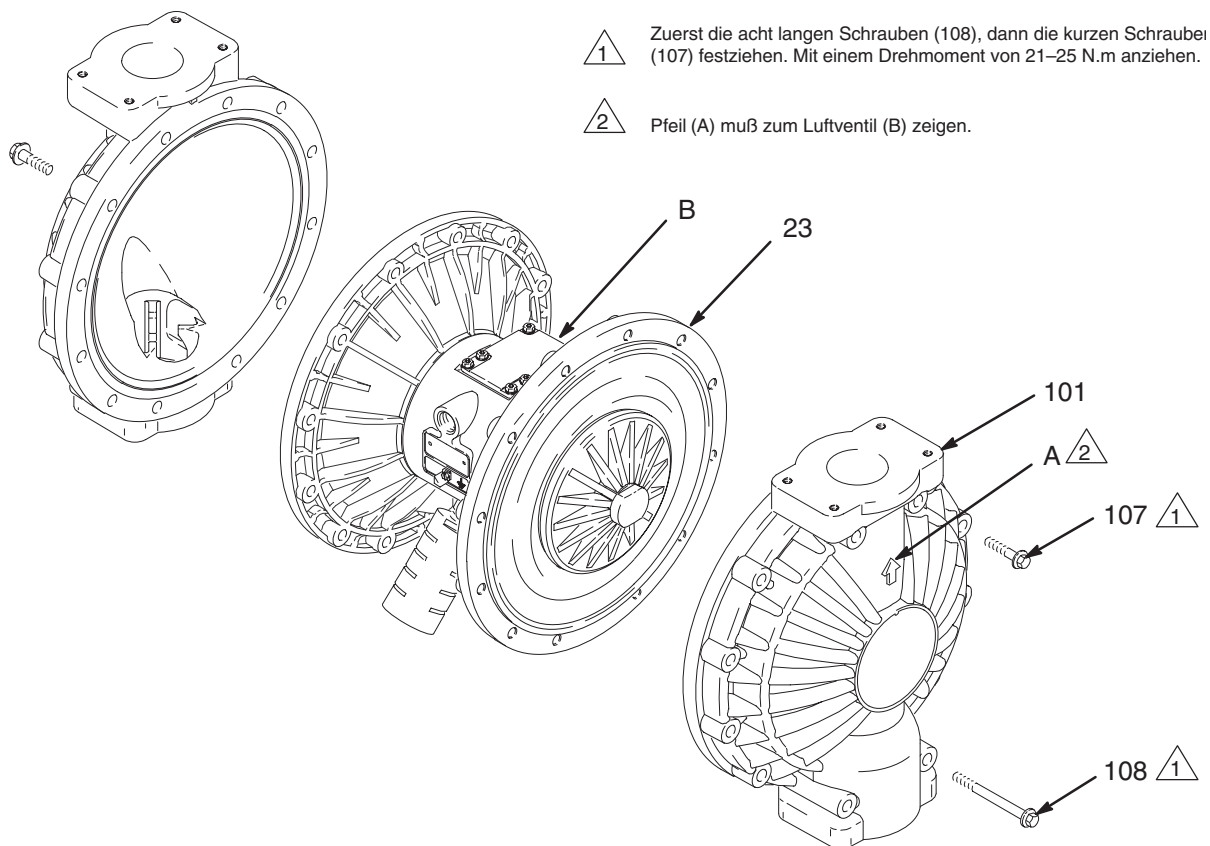

Abb. 12
3. Mit einem 13 mm-Steckschlüssel die Schrauben (107 und 108) lösen, mit denen die Deckel (101) an den Luftdeckel (23) befestigt sind. Die Deckel (101) von der Pumpe abnehmen. Siehe Abb. 12.
4. Mittelfestes (blaues) Loctite® oder ein ähnliches Mittel auf das Gewinde der flüssigkeitsseitigen Platten (105) auftragen. Eine der äußeren Platten (105) mit einem Schraubenschlüssel halten und die äußere Platte mit einem Drehmoment von 27 bis 34 N.m bei max. 100 U/Min. anziehen. Nicht zu fest andrehen.
5. Die Materialdeckel (101) und das zentrale Gehäuse (1) so ausrichten, daß die Pfeile (A) auf den Deckeln in die gleiche Richtung zeigen wie das Luftventil (B). Die Deckel mit den Schrauben (107 und 108) fingerfest anziehen. Die längeren Schrauben (108) in die Öffnungen oben und unten an den Deckeln einschrauben. Siehe Abb. 12.
6. Zunächst die längeren Schrauben (108) mit einem 13 mm-Steckschlüssel entgegengesetzt und gleichmäßig mit 21–25 N.m anziehen. Dann die kürzeren Schrauben (107) mit dem richtigen Drehmoment anziehen.